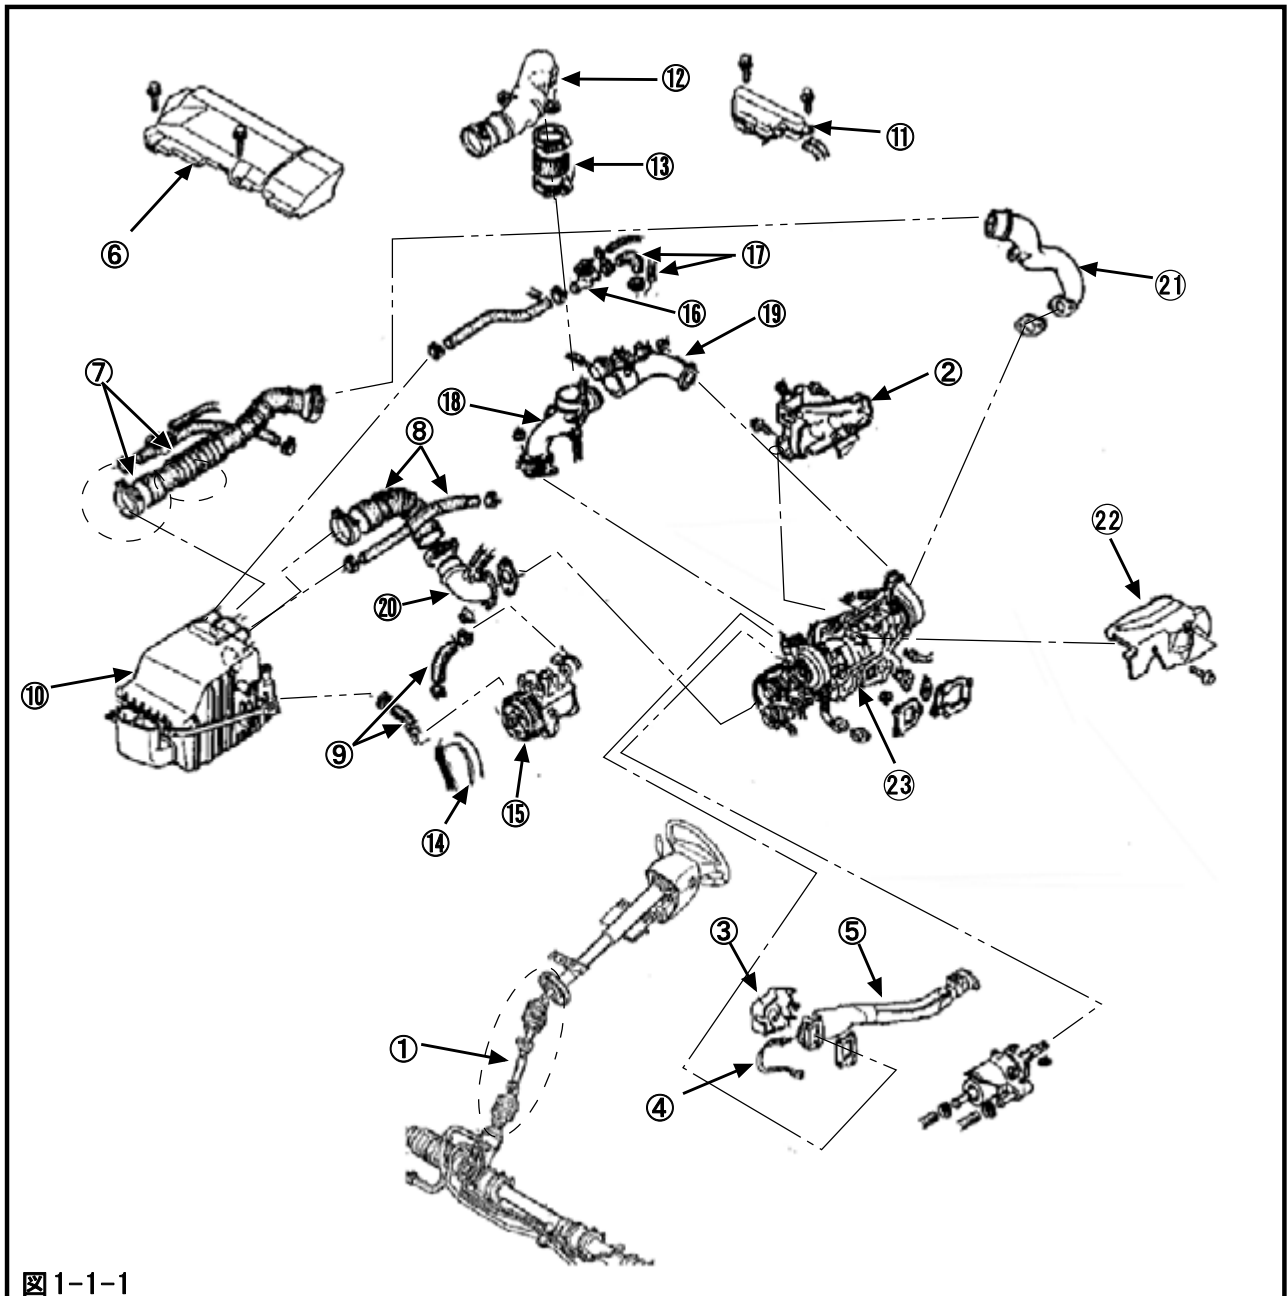

図1-1-1
- (1) アンダカバーを取外してください。
- (2) ミッションカバーを取外してください。
- (3) 冷却水を抜取ってください。
- (4) 図1-1-1の①～⑪のパーツを番号順に外してください。(図1-1-1)
(1) 図1-1-1の⑫~⑳のパーツを番号順に取外してください。(図1-1-1)
(2) エキゾーストマニホールドを取外してください。
- (1) 図1-1-1で取外したインターミディエイトシャフトに取付けられているステアを図2-2-1のように曲げてください。(図2-2-1)